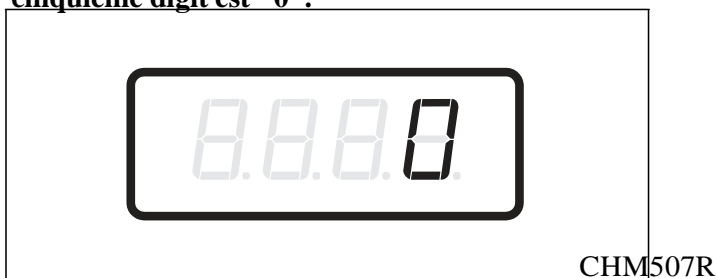

Figure 16
4. Lorsque "AtS4" s'affiche, appuyer sur la touche DEMARRAGE (Enter). Le Prix de vente #4 comprend cinq digits. Le cinquième digit s'affiche et clignote par intervalles d'une seconde. Se référer à la *Figure 16*.